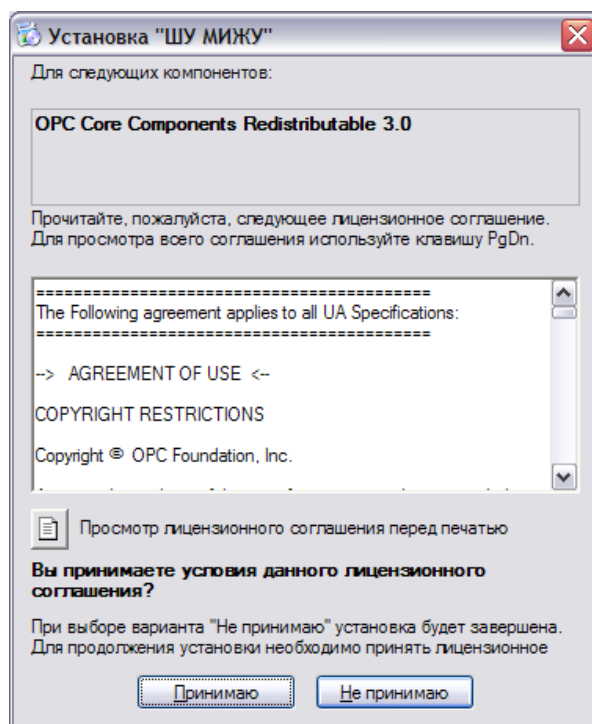

Рисунок 5 - Установка OPC Core Components
- 3) Прочитайте лицензионное соглашение **OPC Core Components** (рисунок 5) и нажмите кнопку «**Принимаю**».